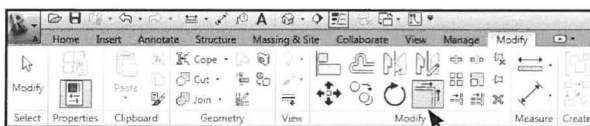

Fig. 06.23. *Trim* objekter.
- Tegn en linie et sted som fungerer som spejlingsakse. Det har ingen betydning hvor lang linien tegnes (Fig. 06.23).
- Klik *Modify - Trim* (Fig. 06.23).